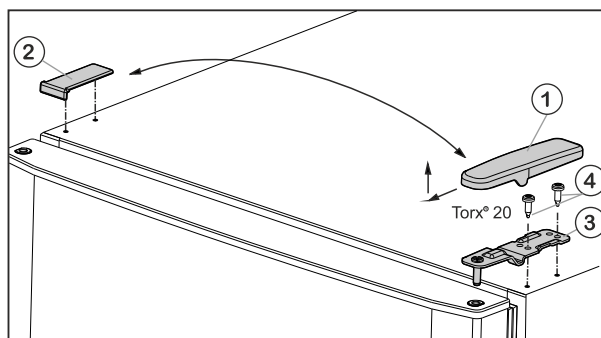

Fig. 4
- ▶ Потяните крышку Fig. 4 (1) вперед и вверх.
- ▶ Снимите крышку Fig. 4 (2).
- ▶ Открутите верхний опорный кронштейн Fig. 4 (3) (2 шт. Torx® 20) Fig. 4 (4) и вытяните вверх.
- ▶ Установите верхний опорный кронштейн Fig. 4 (3) на новую сторону шарнира и защелкните в дверце.
- ▶ Привинтите верхний опорный кронштейн (**с моментом 4 Нм**) (2 шт. Torx® 20) Fig. 4 (4). При необходимости используйте аккумуляторный шурупверт.
- ▶ Наденьте и защелкните крышку Fig. 4 (1) на противоположной стороне снаружи.
- ▶ Также наденьте сверху и защелкните крышку Fig. 4 (2) на противоположной стороне.